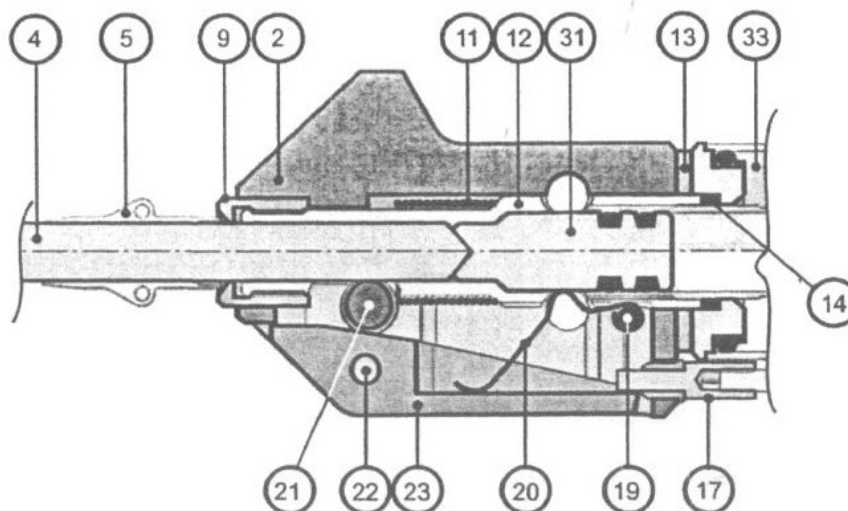

Рисунок 2 - Надульник
6.1 Перед началом зарядки ружья убедитесь, что копир (поз.23) находится в штатном положении (см. рисунок 2) и зафиксирован шепталом (поз.17).